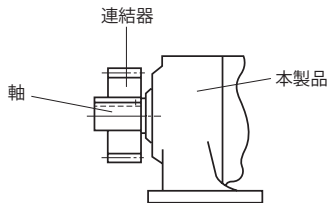

図 5-3
- ・スプロケットやギヤの荷重作用点が、軸中央より本製品側へくるようにしてください。（図 5-3 参照）